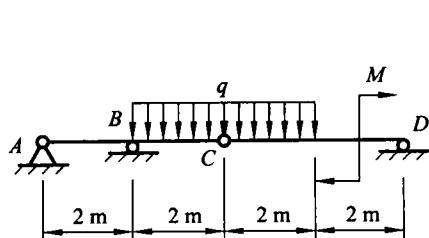

图 2.16
12. 由 *AC* 和 *CD* 构成的组合梁由铰链 *C* 连接。其支承和受力如图 2.16 所示，已知均布载荷 *q*=10 kN/m，力偶矩 *M*=40 kN·m，梁的重量不计。求支座 *A*、*B*、*D* 的约束反力和铰链 *C* 处所受的力。